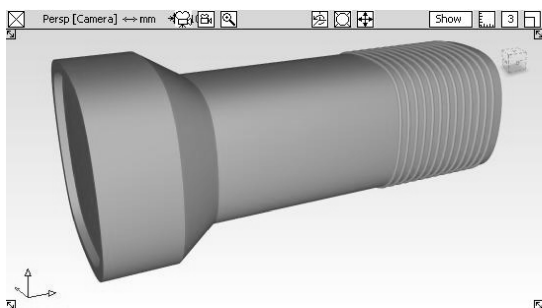

图 3-93 手电筒整体模型
- 46 选择【Pick nothing】工具，取消选择，在【Diagnostic Shade】工具面板中单击【Multi color】工具，将整个曲线模型着色显示。在建模窗口的标题栏中，单击【Show】按钮打开下拉菜单，并选择【Model】，以移除复选标记，线框模型将被禁用，如图 3-93 所示。